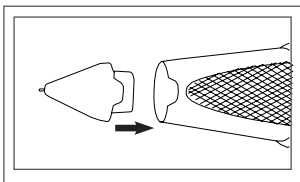
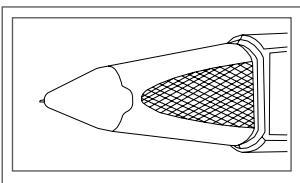

Fig. 1.08
Fig. 1.09
2. Para insertar una nueva punta magnética, coloque la punta magnética como se muestra en la **Fig. 1.08** y deslícela dentro del cuerpo principal para asegurarla magnéticamente como se muestra en la **Fig. 1.09**.